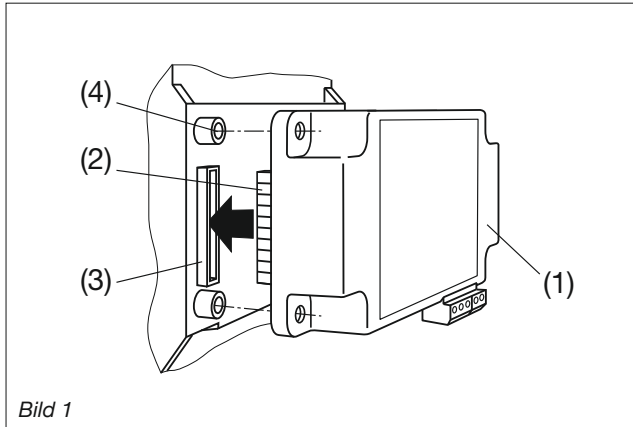

Bild 1
Erweiterungs-Modul (1) einfach auf der Rückseite des Grundgerätes aufstecken (Bild 1). Dabei beachten, dass Steckerleiste (2) und Steckbuchse (3), aufeinander passen.